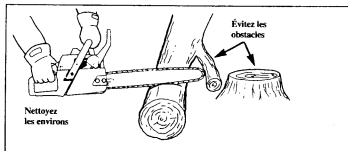

Figure 3
3. **Enlevez tous les obstacles de la zone de coupe comme les autres arbres, les branches, les pierres, les barrières, les souches, etc.** Figure 3. Éliminez ou évitez les obstructions que la chaîne de la tronçonneuse pourrait rencontrer lorsque vous coupez une branche ou un tronc.